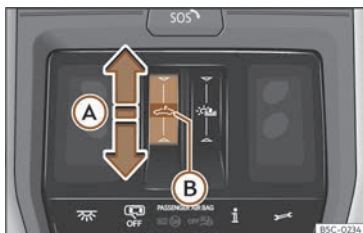

Abb. 89 Im Dachhimmel: Bedienelement für Panorama-Schiebedach.
- Automatische Bewegung: Den Finger nach hinten über den Funktionsbereich >>> **(Abb. 89) (A)** ziehen.
- Innerhalb von etwa 5 Sekunden nach der Aktivierung des Einklemmschutzes den Finger nach vorne über den Funktionsbereich >>> (Abb. 89) ⚠ ziehen und gedrückt halten bis das Dach vollständig geschlossen ist.